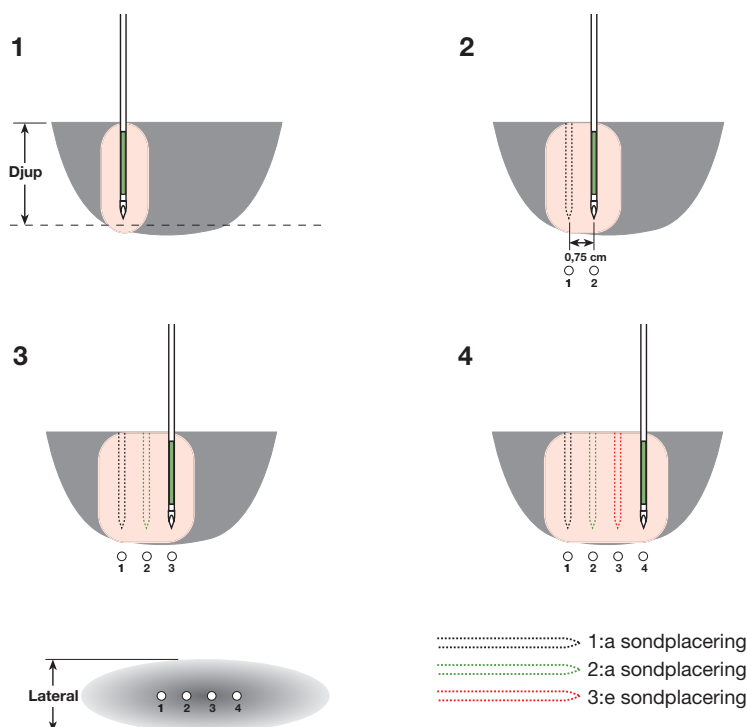

Bild 4-29: Sondplacering för plankoagulation med enkelsond
3. Använd bild 4-29 som en vägledning för sondplacering. Placera sonden i målvävnaden.
Viktigt: Se till sonden förs in minst 1 mm förbi det helgröna området på sonden, enligt anvisningarna i bild 4-29. Om sonden placeras på mindre djup kan ett reflekterat effektfel inträffa. Om sonden placeras på mindre djup kan ett reflekterat effektfel inträffa.